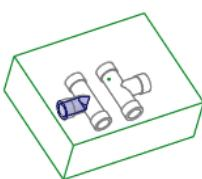

图 15.21 合并曲面
(4) 设置深度选项。
① 在操控板中选取深度类型 (对称), 在深度文本框中输入深度值 60.0。
② 在操控板中单击 按钮, 完成拉伸特征的创建。
Step7. 创建图 15.21 所示的合并曲面。
(1) 按住 Ctrl 键, 在模型树中选取复制面 1 与拉伸 3 的面。
(2) 单击 **分型面** 功能选项卡 **编辑** ▾ 区域中的 合并 按钮, 系统“合并”操控板。
(3) 在“合并”操控板中单击 按钮, 合并结果如图 15.21 所示。